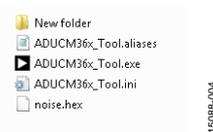

図 4. インストールされたフォルダ
**ADUCM36x\_Tool.exe** をダブルクリックして、ADuCM36x 多機能ツールを実行します (図 4 参照)。